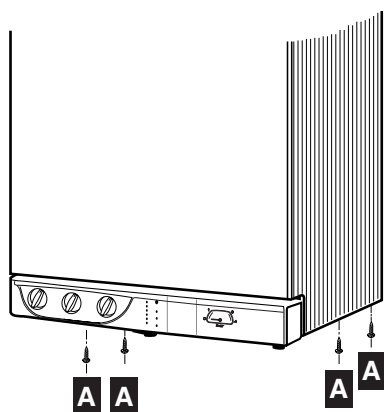

Abb. 19
- die vier Befestigungsschrauben **A** unten an der Verkleidung anziehen (Abb. 19).